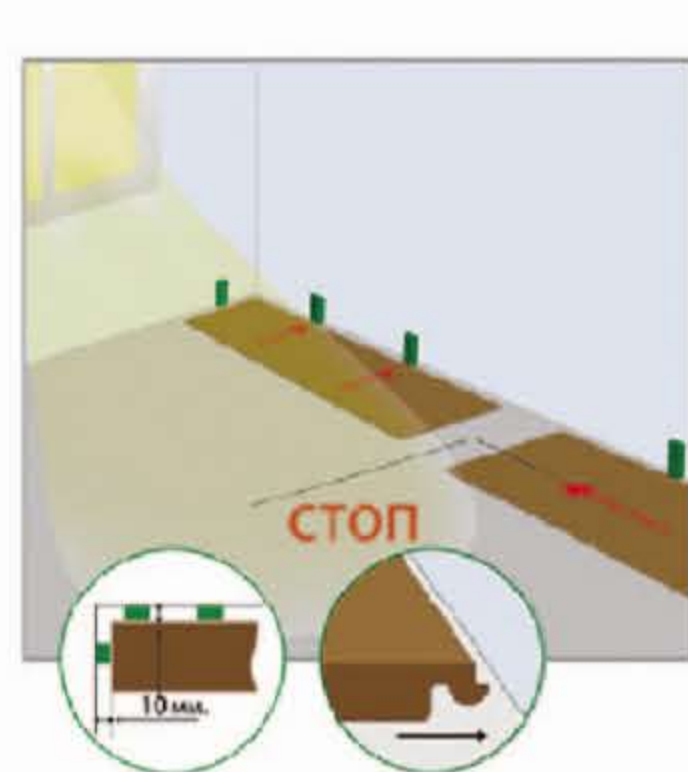

Рисунок 8
9. Начните укладку таким образом, чтобы свет из окна падал параллельно швам ламината. В случае перпендикулярного падения света швы от ламината будут видны более отчетливо. (см. рис. 8)
Укладка SPC ламината начинается с формирования первого ряда из двух досок, при этом устанавливаются специальные распорные клинья, обеспечивающие зазор между ламинатом и стеной от 7 до 15 мм. (см. рис. 8) Данные зазоры необходимы для того, чтобы ламинату после укладки стена не мешала расширяться и сужаться. Если Ваш ламинат встал «дыбом», то велика вероятность, что нарушено именно это правило. Ламинат укладывается замком на себя для облегчения защелкивания панелей.